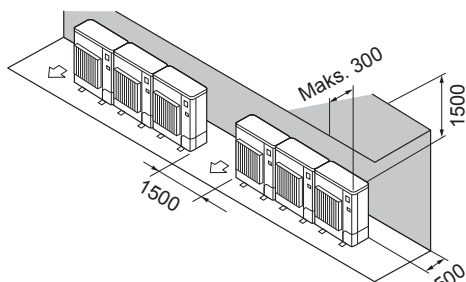

Fig. 2-9
⑧ Hindringer kun bak og over (Fig. 2-9)